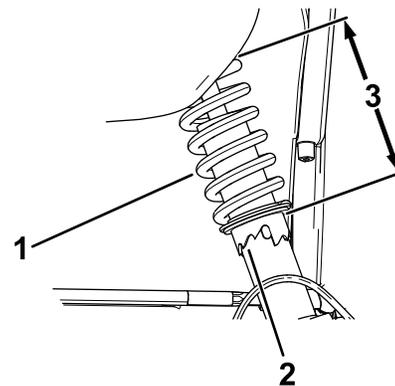

Figura 45
2. Si la caída de la rueda no está alineada, utilice la llave de gancho para girar el collarín del amortiguador y alinear la rueda (Figura 45).